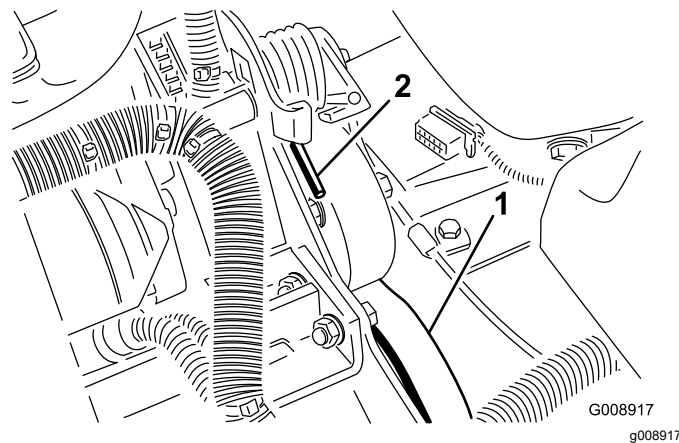

Figure 77
2. Appuyez sur l'extrémité du ressort (Figure 77) et poussez-la vers l'avant pour décrocher le ressort du support et le détendre.